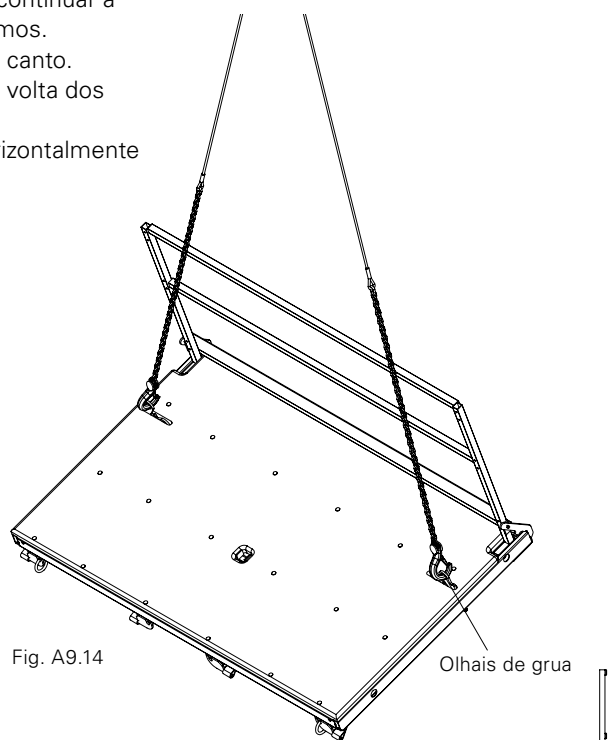

Fig. A9.14
7. As plataformas são movidas para a próxima utilização. (Fig. A9.14)